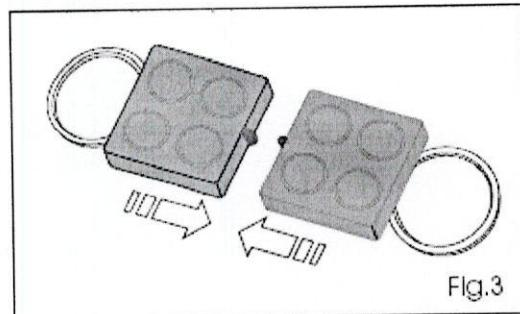

Fig.3
- Установите один напротив другого ведущий передатчик и кодируемый передатчик (ведущее или подчиненное устройство), как изображено на рис. 3;